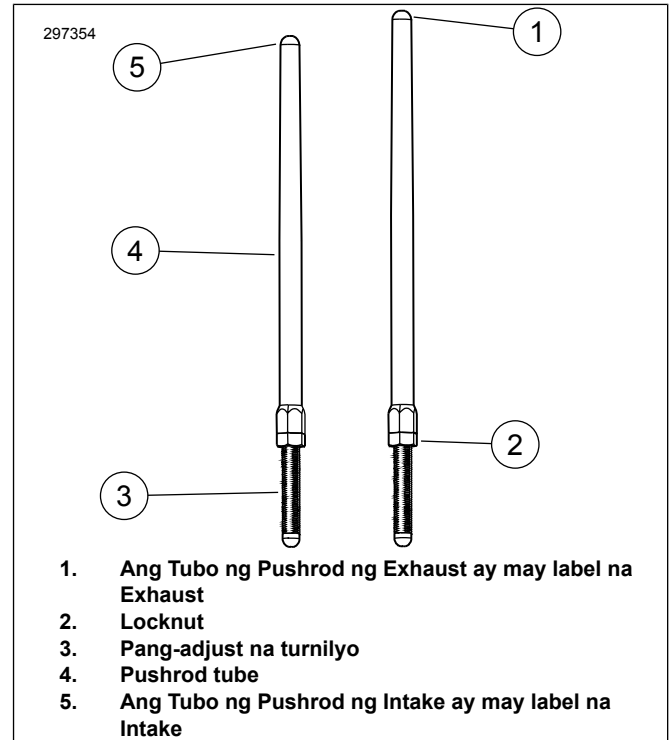

Figure 1. Naa-adjust na Push Rod
4. Tingnan ang Figure 1 . Luwagan ang locknut sa lahat ng pushrod at i-adjust ang mga ito sa pinakamaikling haba.
2. Tingnan ang Figure 1 . Habang pinipigilan ang pag-ikot ng pang-adjust na turnilyo ng pushrod gamit ang 5/16 in. na liyabe, dahan-dahang ipihit ang pushrod tube gamit ang 1/2 in. na liyabe, nang 2-1/2 na ganap na pag-ikot pakanan (na magpapahaba sa pushrod) gaya ng makikita mula sa ibaba. (May tuldok sa mga flat ng pushrod tube na pwedeng gamitin bilang sanggunian.)